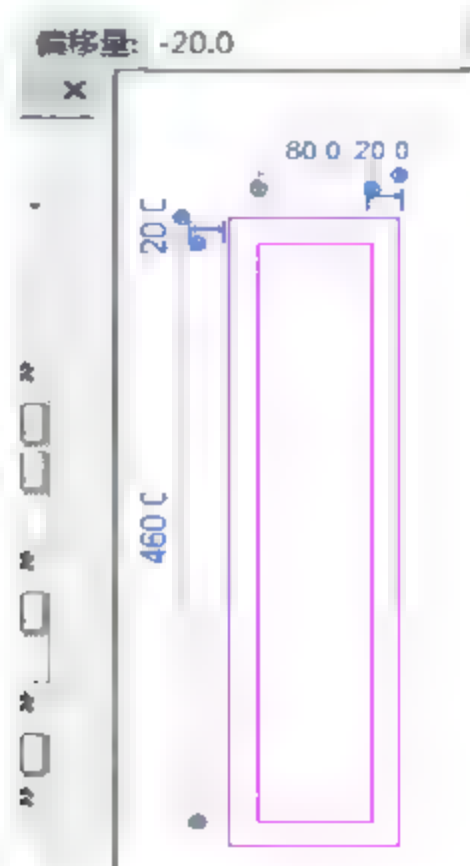
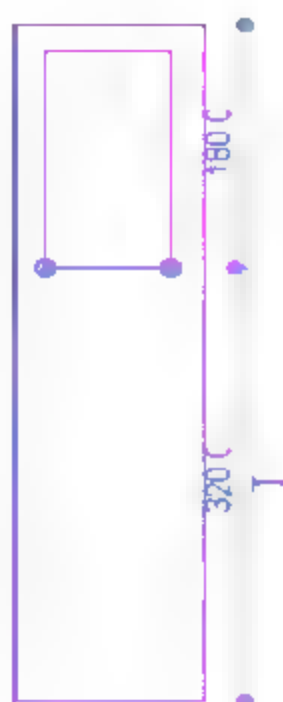

图 8.4.10 绘制两个矩形框
图 8.4.11 修改内框
(9) 创建电梯层站召唤器面板。选择“创建”→“拉伸”→“直线”命令，绘制出如图 8.4.10 所示的长为“500”、宽为“120”的矩形。接着切换绘制方式至“矩形”，修改偏移量数值为“20”，在该矩形内绘制出新的矩形，然后选中新的矩形底部线条拖动至如图 8.4.11 所示的长为“180”的位置。